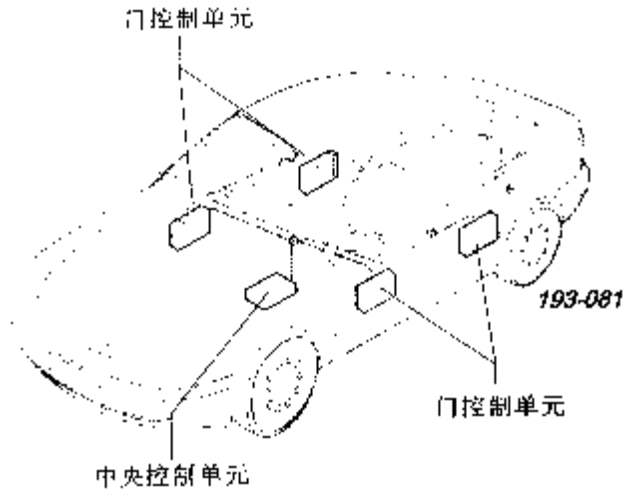

图 12-2 舒适系统控制单元
帕萨特 B5 的中央集控锁系统所操纵的是在门(门锁)内的门锁控制单元的一个电动摇窗机,它是通过一个中央控制单元以及两个或四个门控制单元实现控制的,它有两种形式:①一个中央控制单元及四个门控制单元,所有的车门都有电动摇窗机;②一个中央控制单元及两个门控制单元,仅在前车门使用电动摇窗机。舒适系统控制单元的布置见图 12-2。